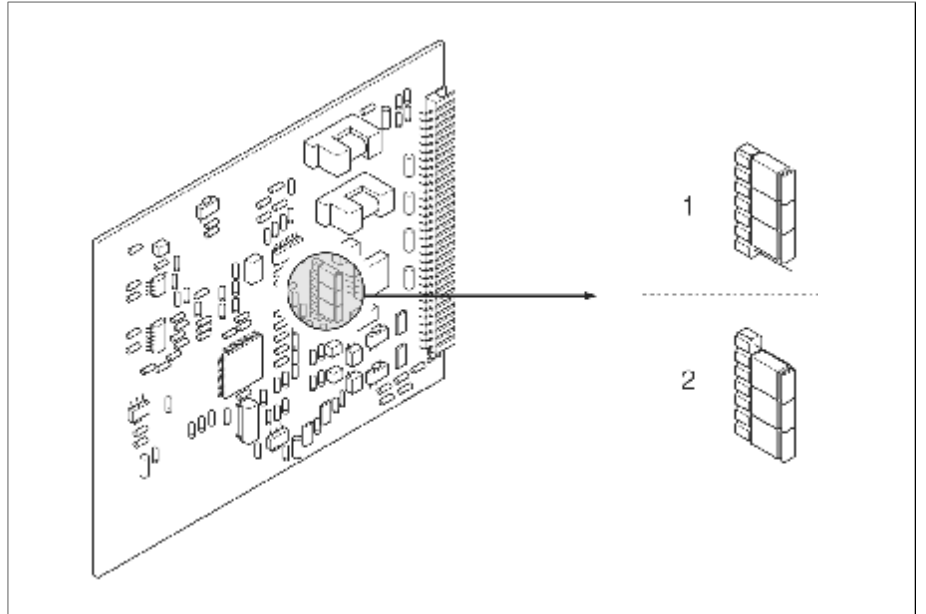

图25: 电流输出设置 (I/O板)
- 3、根据图 25设置跳线位置
小心损坏测量仪表。严格按照图 25设置跳线位置。跳线位置错误会导致电流过载或者损坏测量仪表或外部连接设备